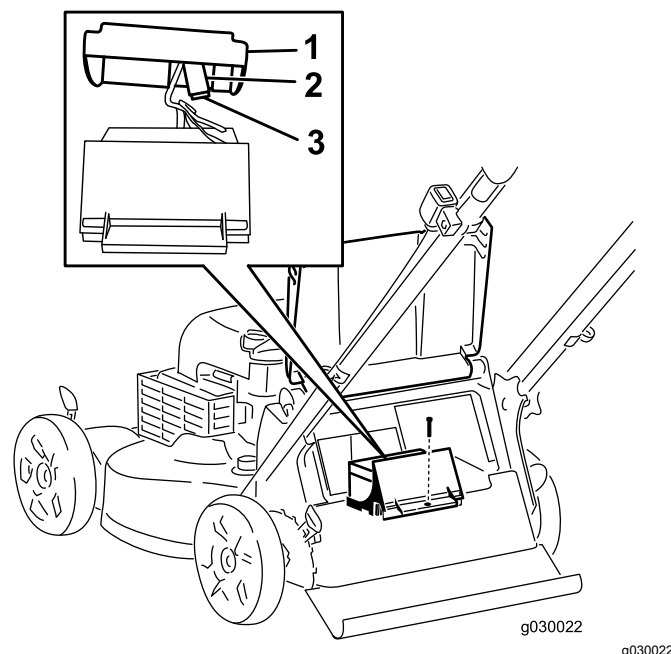

Figura 32
3. Retire el tornillo que sujeta el compartimento de la batería, retire la batería y localice el fusible (Figura 32).
4. Cambie el fusible del portafusibles (Figura 32).